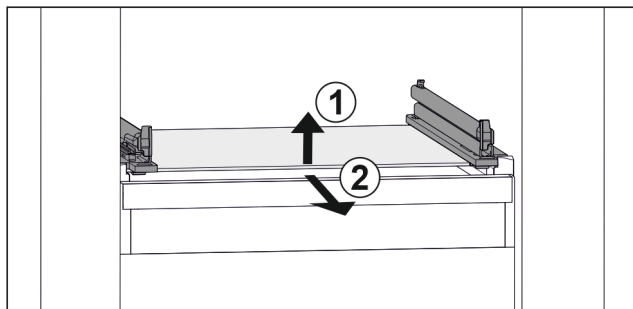

Fig. 84 Eksempel på fremstilling av glassplaten
- Løft opp glassplaten foran. Fig. 84 (1)
- Ta ut glassplaten fremover. Fig. 84 (2)